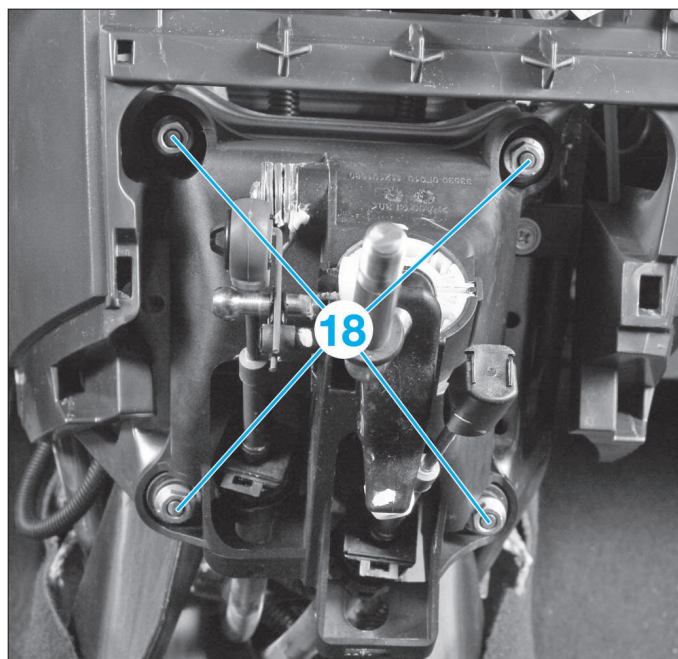

FIG. 26
- Déposer les vis (18) et retirer l'ensemble du levier de vitesses (fig.26).